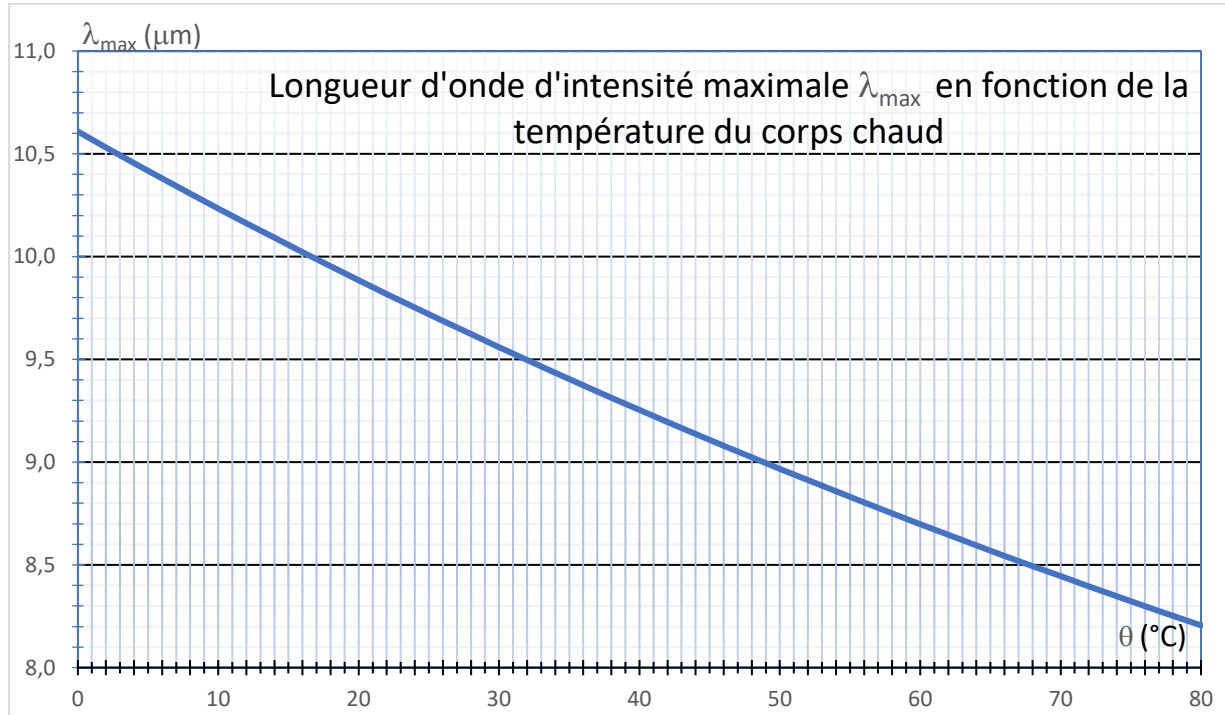

Figure 2 : Graphique permettant de déterminer la température d'une source à l'aide de la Loi de Wien
2. À l'aide de la **figure 2** sur l'**annexe à rendre avec la copie**, déterminer les valeurs de longueurs d'onde des radiations émises avec une intensité maximale pour des corps dont les valeurs de température sont égales à 32 °C, 37 °C et 45 °C. On fera apparaître les traits de construction.
4. En explicitant la démarche et en exploitant le **document 2** et/ou la **figure 2**, comparer la longueur d'onde du rayonnement émis par un corps humain en bonne santé λ_B à celle λ_F du rayonnement émis par un corps fiévreux.